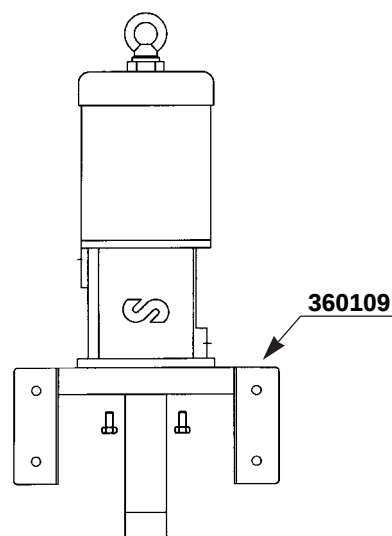

Fig. 2
- a.** Wall mounting (Using wall bracket 360109). Mount the wall bracket to the wall securely. Insert the pump through the wall bracket and attach it with screws (See figure 2).
- a.** Fixation murale (à l'aide du support mural 360109). Fixer fermement au mur le support mural. Introduire la pompe par le support et la fixer à l'aide des vis fournies (voir figure2).